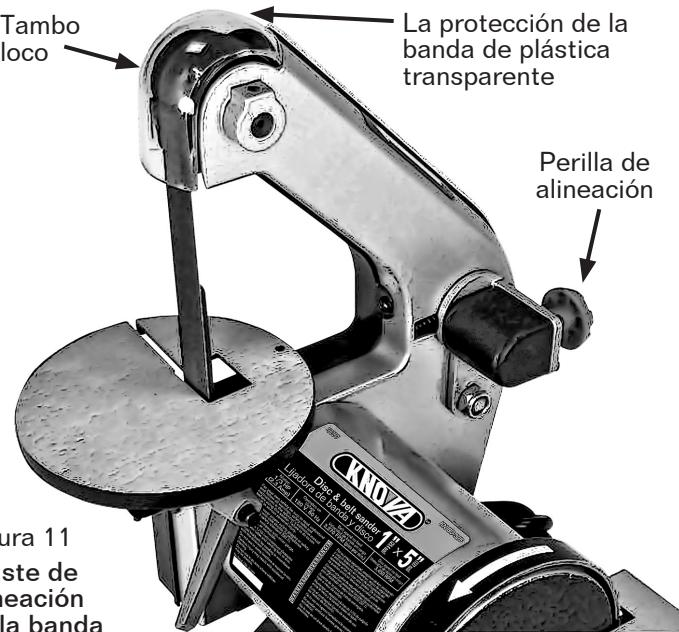

Figura 11
Consulte la Figura 11.
- Acabado de bordes curvos: Acabe las curvas exteriores en la parte plana de la banda abrasiva. Para terminar dentro de las curvas, retire la platina de la banda (Consulte la Figura 11). La banda puede flexionar una pequeña cantidad para formar curvas y arcos en las piezas de trabajo.